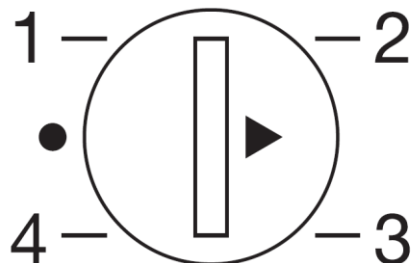

fig. 2
De thermostaat (fig. 2) zorgt voor de juiste temperatuur in het apparaat. Door de thermostaatknop te draaien, met muntstuk (0-4) stelt u een andere temperatuur (stand) in.
- Zet, als u het apparaat voor **de eerste keer** in gebruik neemt, de thermostaat op positie 4 (fig. 2). Controleer na 30 minuten of de vriezer koud wordt.
- Laat het apparaat **de eerste keer** 4 uur ongevuld op temperatuur komen voor u reeds bevroren producten in de vriezer plaatst en zet de thermostaat (fig. 2) daarna tussen stand 2 –3.